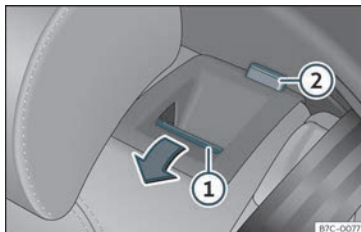

Fig. 106 Sedile posteriore: ribaltare lo schienale.
- Premere il tasto di sblocco»» fig. 106 ① in avanti e, contemporaneamente, ribaltare lo schienale. Lo schienale posteriore è sbloccato quando si vede la tacca rossa sul tasto ②.
Lo schienale posteriore è sbloccato quando si vede la tacca rossa sul tasto»» fig. 106 ②.